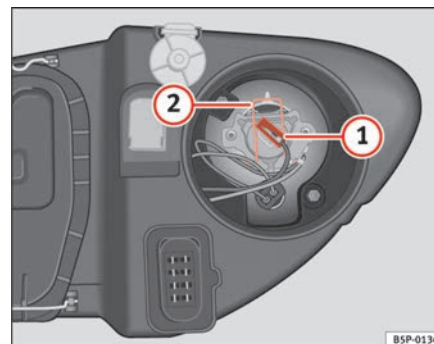

Abb. 181 Fernlicht
- Ziehen Sie den Stecker ⇒ Abb. 181 ① von der Lampe ab.
- Die Haltefeder ⇒ Abb. 181 ② durch Eindrücken und Rechtsdrehung abnehmen.